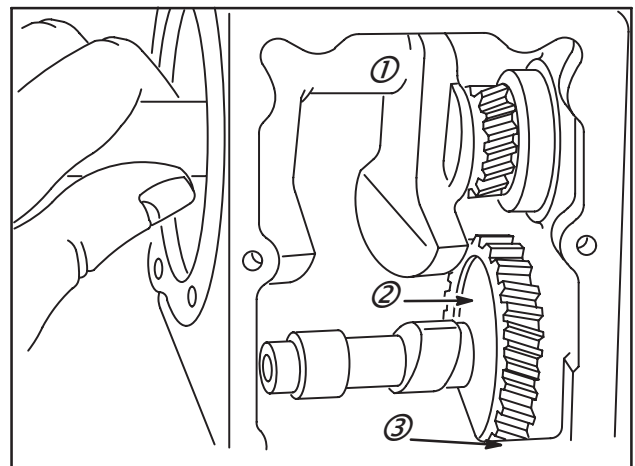

Fig. 17
3. Monter le vilebrequin (1) dans le cylindre.
6. Placer un peu de pâte à joint sur l'opercule et l'enfoncer dans son logement, Fig. 17.